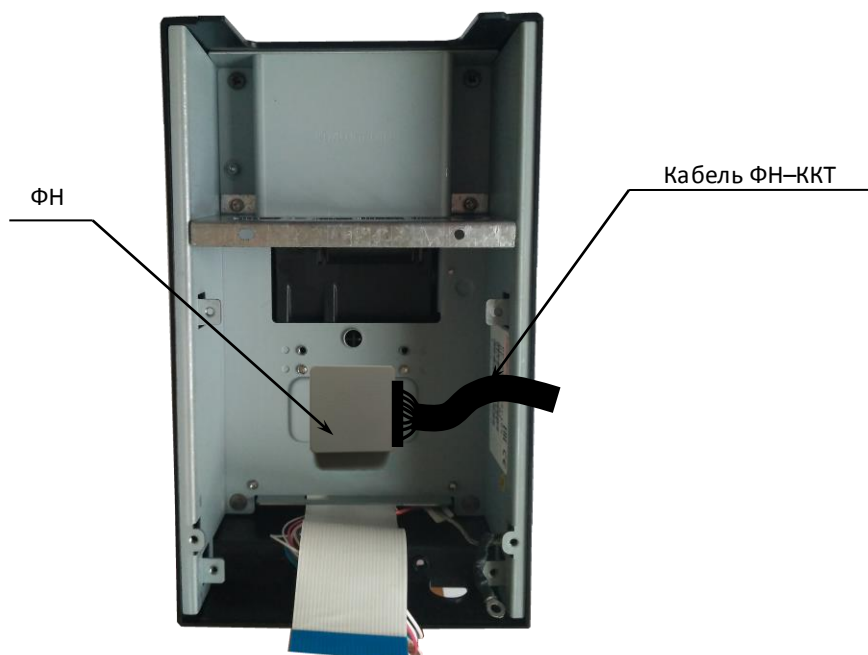

Рисунок 8. Фискальный накопитель в корпусе ККТ
2. Открутить винты крепления блока управления. Аккуратно отвести БУ на расстояние не больше длины подключенных кабелей. Для удобства работы можно отключить кабели от разъемов БУ. Получить доступ к ФН (смотрите рисунок 8).